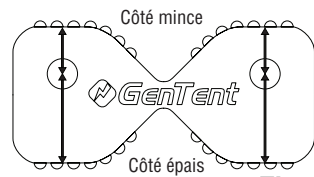
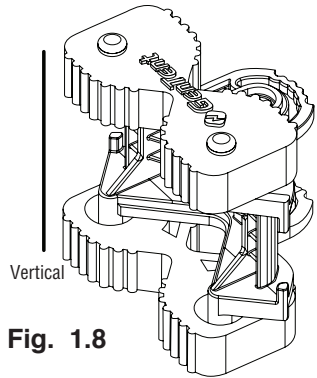
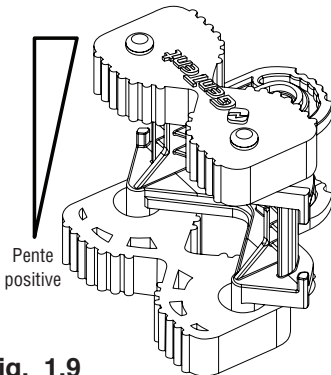
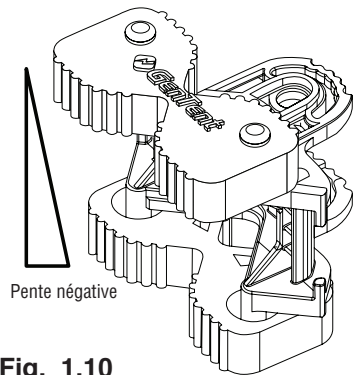

Fig. 1.4
Fig. 1.8
Fig. 1.9
Fig. 1.10
Les Gator Grommets™ (Fig. 1.4) sont pressés sur les goupilles du renfort d'angle pour créer un assemblage de montage en coin. Les œillets permettent à l'ensemble de saisir le boîtier du générateur sans endommager la surface. Chaque Gator Grommet™ a deux (2) épaisseurs permettant un ajustement optimal sur différentes formes de boîtiers.
Les Gator Grommets™ sont utilisés pour maintenir les renforts d'angle aussi à niveau que possible sur le boîtier et pour donner à l'ensemble de montage une prise ferme contre le boîtier. Utilisez les schémas des figures 1.8, 1.9 et 1.10 pour voir comment installer les Gator Grommets™ en fonction de votre pente.
- e. Si vous avez un boîtier qui est droit de haut en bas (boîtier vertical); installez les deux Gator Grommets™ de façon à ce que le côté « fin » (Fig. 1.4) soit face au boîtier du générateur. (Fig. 1.8)
- f. Si vous avez un cas qui s'incline à la base (pente positive); installez le Gator Grommet™ supérieur avec le côté « fin » (Fig. 1.4) et le Gator Grommet™ inférieur avec le côté « épais » (Fig. 1.4) face au boîtier (Fig. 1.9)
- g. Si vous avez un cas qui s'incline à la base (pente négative); installez le Gator Grommet™ supérieur avec le côté « épais » (Fig. 1.4) et le Gator Grommet™ inférieur avec le côté « fin » (Fig. 1.4) face au boîtier. (Fig. 1.10)